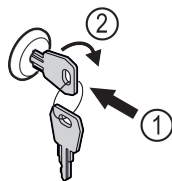

Fig. 120 Ilustrační zobrazení
- ▶ Klíč zasuňte dovnitř Fig. 120 (1).
- ▶ Otáčejte klíčem o 90° ve směru hodinových ručiček Fig. 120 (2).